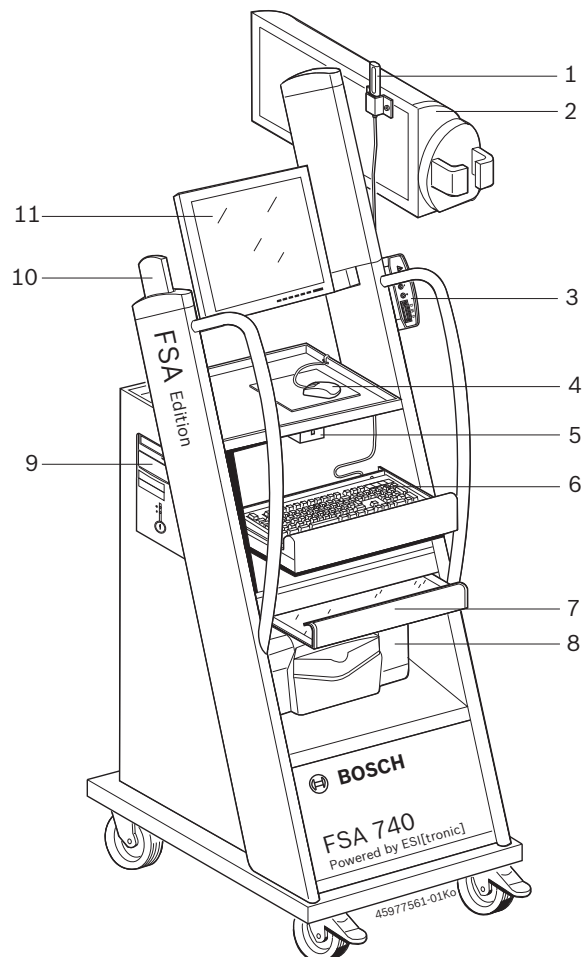

Fig. 1: Vorderansicht FSA 740 Edition
3. Drucker in den Fahrwagen (Fig. 1; Pos. 8) stellen.